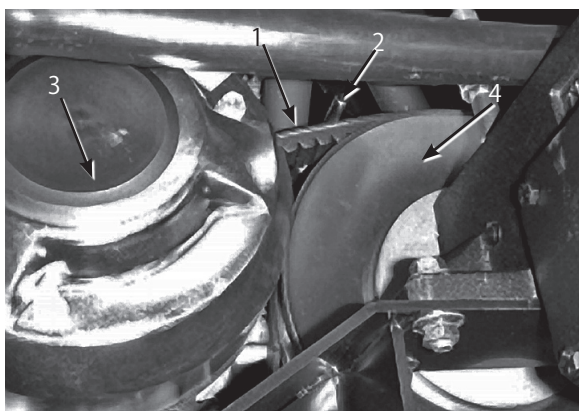

図53
1. 二次クラッチの近くにある2つのベルト・ガイド (図53) をゆるめる。
2. 二次クラッチを回しながら二次クラッチ部分でベルトを外す (図53)。
3. 一次クラッチからベルトを外す (図53)。
4. 新しいベルトを一次クラッチに掛ける (図53)。
5. 二次クラッチを回しながら二次クラッチにベルトを掛ける (図53)。